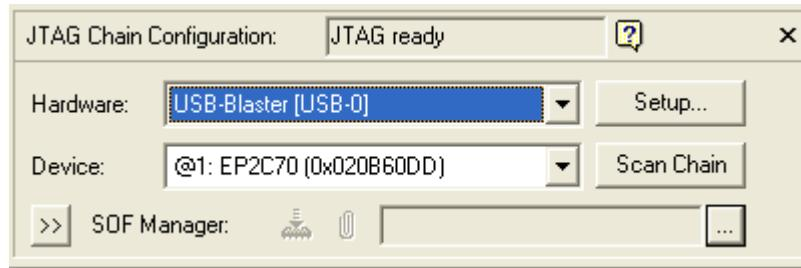

图 3-46 选择硬件环境
28. 选择硬件,首先连接号 DE2-70,然后在文件右上的 Hardware 下拉菜单中选择 USB-Blaster,选好后应能自动识别出 Device 是 EP2C70。选择后的情况如图 3-46 所示。